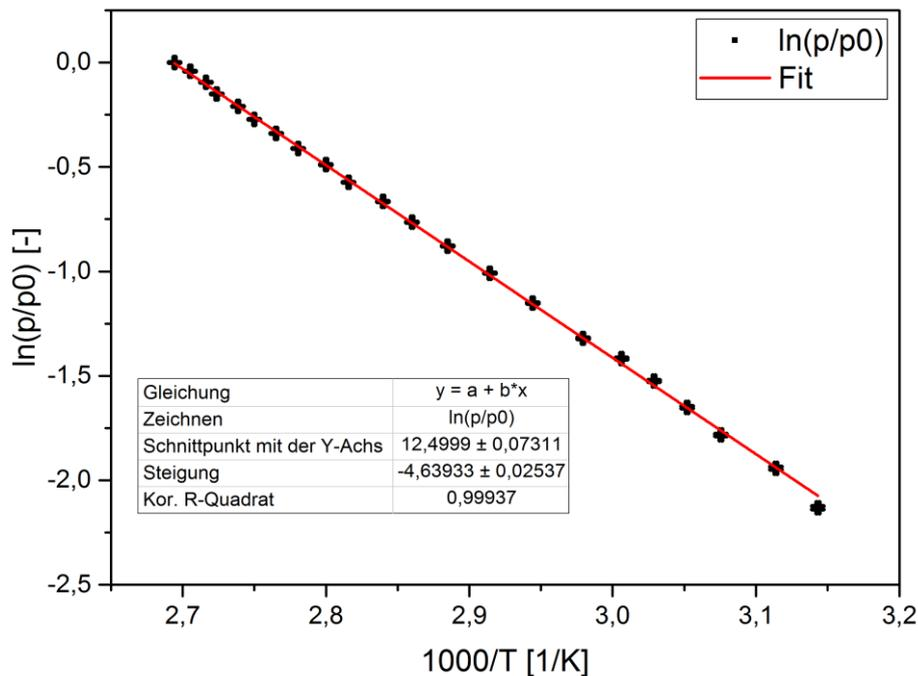

Abbildung 4 Musterabbildung für die erste Aufgabe
- Die Daten sollen inkl. ihrer Fehlerbalken wie in Abbildung 4 dargestellt werden.